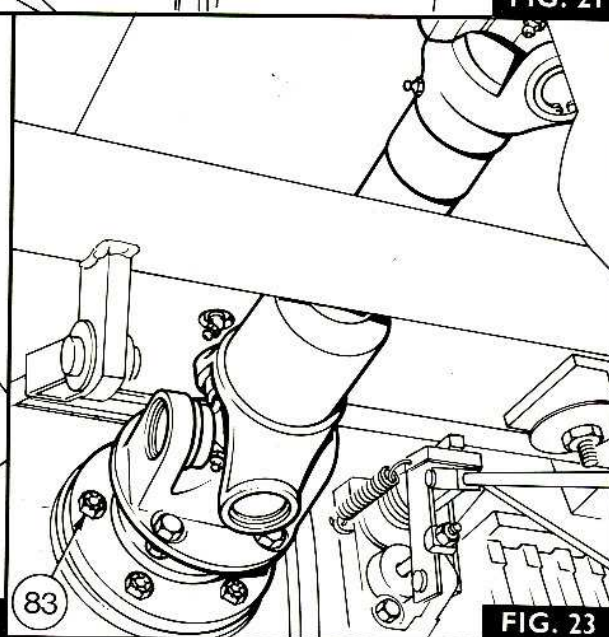

FIG. 23
6. Fig. 23. Débrancher l'arbre de transmission avant du flasque de pignon d'attaque en déposant les 4 boulons (85) et leurs rondelles de blocage.
5. Fig. 23. Rebrancher l'arbre de transmission avant sur le flasque de pignon d'attaque en serrant les boulons (83) à un couple de 10,5 kg-m (55lb-ft).